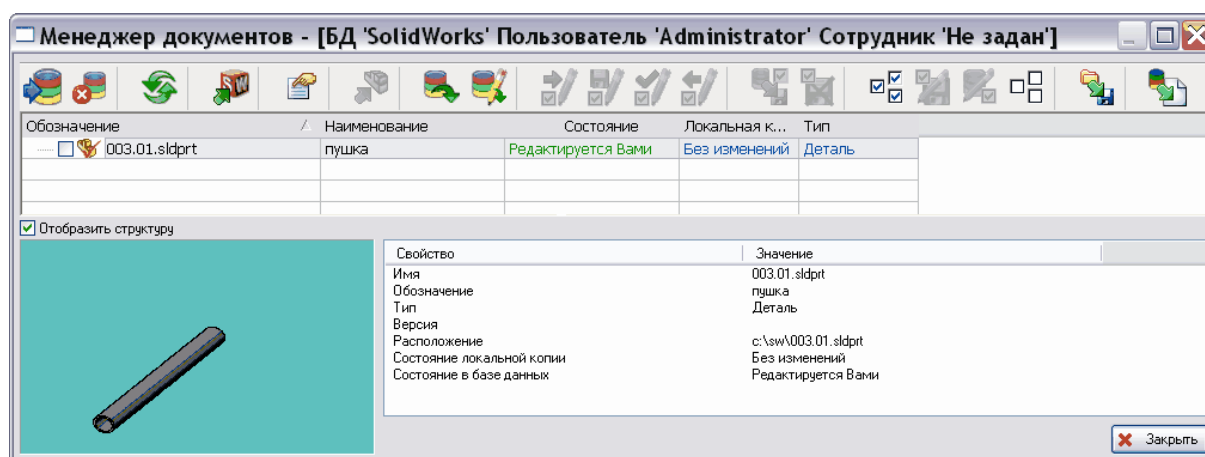
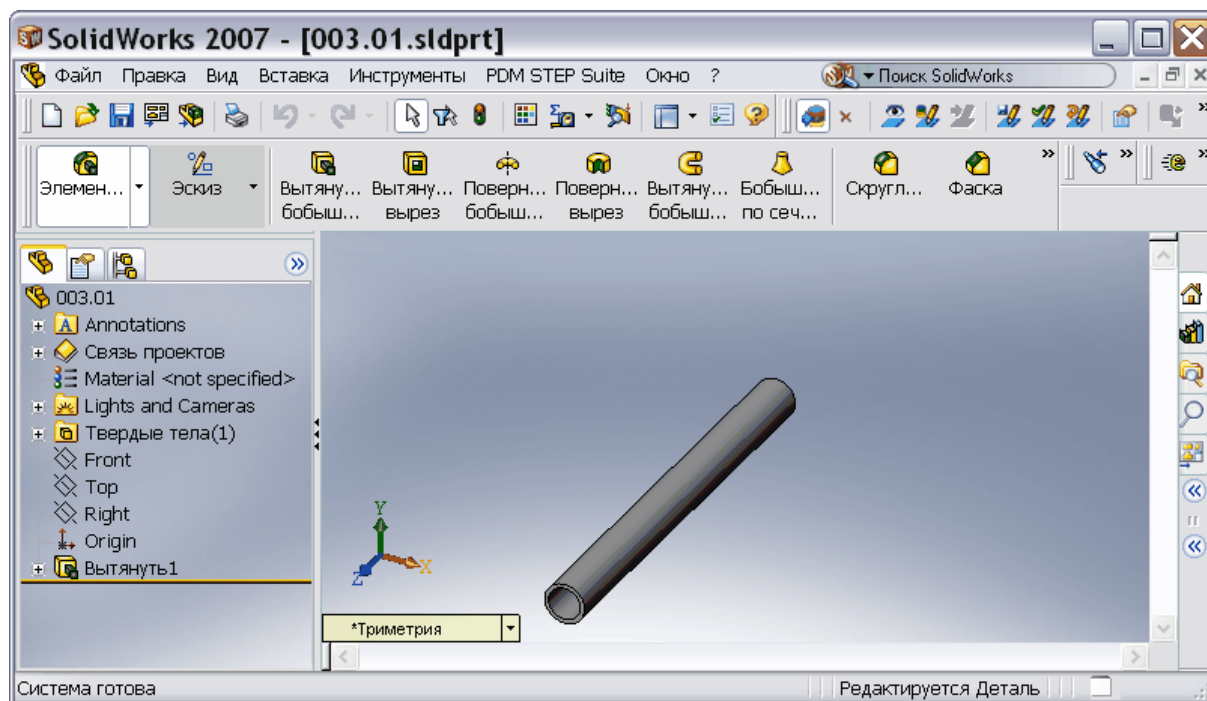

Рис. 48
Рис. 49
7. После выбора документа для редактирования нажмите Ok. Если Вы работали из окна SW, то документ откроется в нем (Рис. 49). В случае работы из окна менеджера документов произойдет возврат в менеджер документов (Рис. 48).
**Открыть текущий в SolidWorks** . После этого появится окно SolidWorks с редактируемой моделью (Рис. 49).